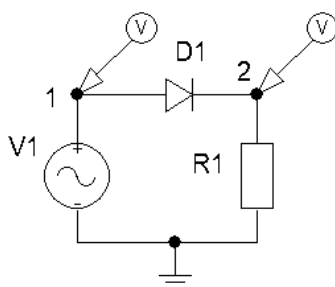

Рис. 1. Схема однополупериодного выпрямителя
4.1. В операционной системе «Windows» под управлением программы «Schematics» собрать схему однополупериодного выпрямителя (рис. 1).